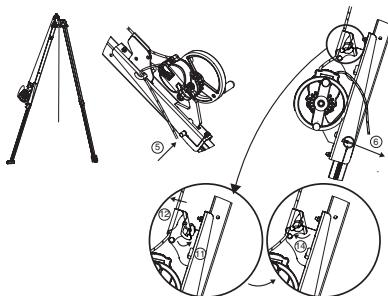

Fig. 9
**IMPORTANTE:** Tener cuidado con el sentido de montaje: el bloqueador de driza debe estar dirigido hacia la parte superior del trípode tracpode (Fig. 9).
5. Colocar el bulón de amarre de la consola para aparato derope™ UP R. Este bulón de amarre cumple dos funciones: bloqueo de la pata del trípode tracpode y amarre de la consola para aparato derope™ UP R en esta pata (Fig. 9, 5).
6. Bloquear el bulón de amarre mediante el pasador sujetador (Fig. 9, 6).
11. Abrir el bloqueador de driza de la consola (Fig. 9, 11).
12. Introducir la driza que sale del aparato derope™ en el bloqueador de driza de la consola (Fig. 9, 12).
14. Cerrar el bloqueador de driza (Fig. 9, 14).